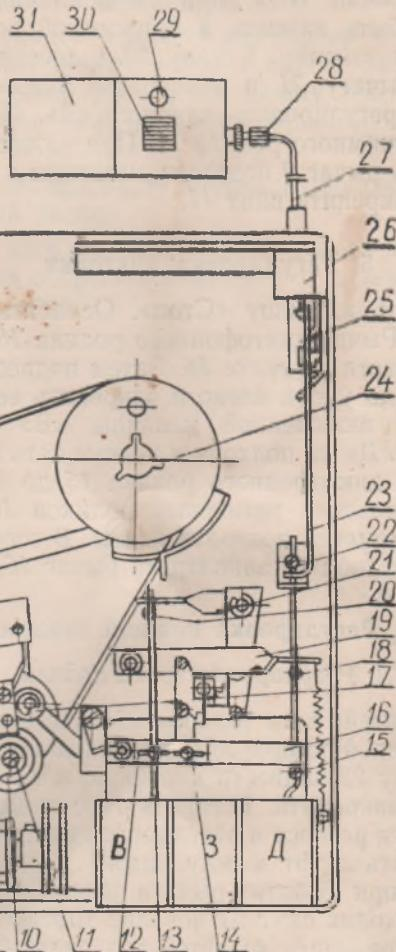

Рис. 13
- в) надеть новый пассик на шкив тонвала и далее на шкивы подкассетников и на обводной ролик в соответствии с рис. 13;
Нажать клавишу «Стоп». Ослабить винты втулок 5 и 7 (рис. 13). Установить сектор перекидки 3 подкассетника 1 в такое положение, чтобы пассик 4, находясь на шкиве 2, не касался сектора.